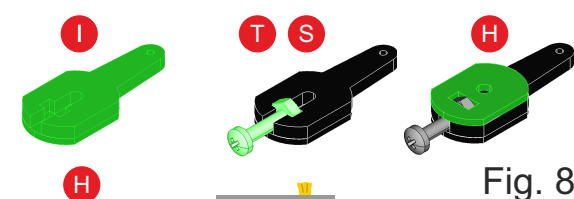

Fig. 8
4) Sovrapporre le parti I+H+I chiudendo al loro interno il dado S e la vite T come mostrato in fig. 8. Montare la biella alla leva J bloccandole al gruppo I+H+I con i tondini V. Questi andranno schiacciati con una pinza al fine di deformarli nelle estremità in modo che non possono sfilarsi dai fori di giunzione. La parte così assemblata prende il nome As1.